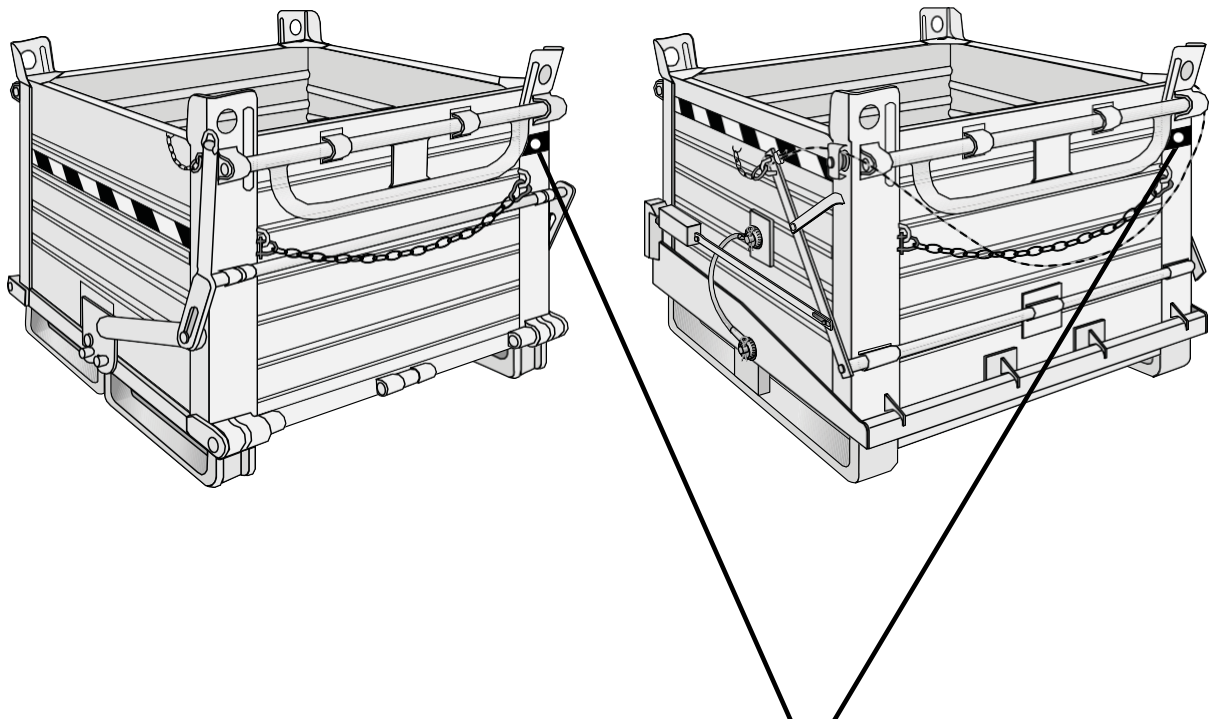

FIG. 2.1
- La plaque de MARQUAGE est située sur un montant vertical, comme indiqué sur la figure 2.1.